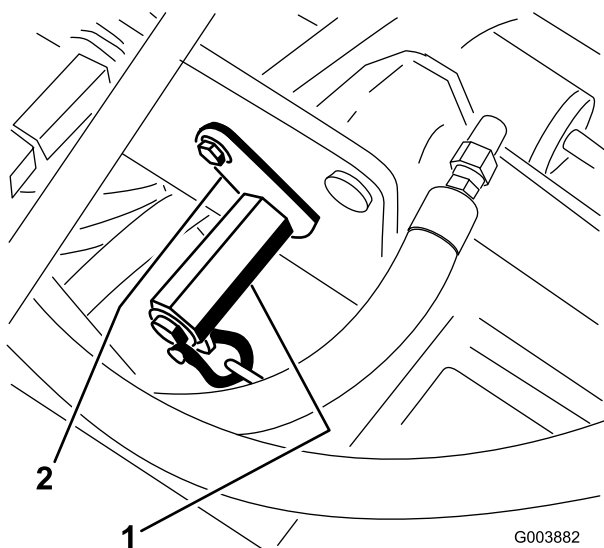

Figura 34
3. Coloque uma chave de bocas no eixo sextavado do suporte da mola (Figura 34).
4. Retire o perno e o suporte de fixação da porca de bloqueio (Figura 34), rodando o veio sextavado para reduzir a tensão da mola.